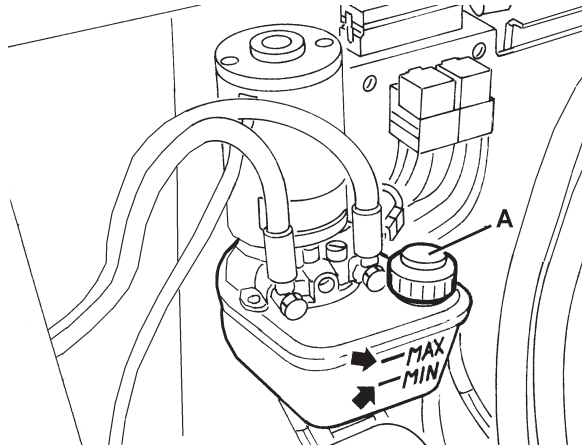

Figure 25
1. Activer le frein de stationnement au moyen de la pédale (75) et du levier (68).
2. Tourner la clé de contact (67) sur "0".
3. Ouvrir le coffre (22) et le bloquer au moyen de la tige de support (36).
4. Contrôler que le niveau d'huile dans le réservoir (35) est compris entre les repères de niveau minimum (MIN) et maximum (MAX) indiqués dans la Fig. 25.
5. Si besoin est, faire l'appoint au moyen du bouchon (A, Fig. 25) en utilisant l'huile spécifiée dans le paragraphe Caractéristiques techniques.
6. Enlever la tige de support (36) et fermer le coffre (22).